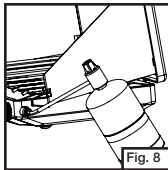

Fig. 8
- Bouteille de propane correctement fixée. (Fig. 8)